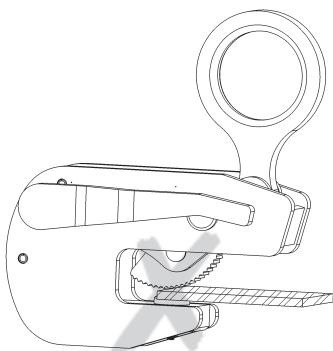

Fig. 5
- Inserte siempre la carga hasta el final en la boca de la garra (Fig. 5).